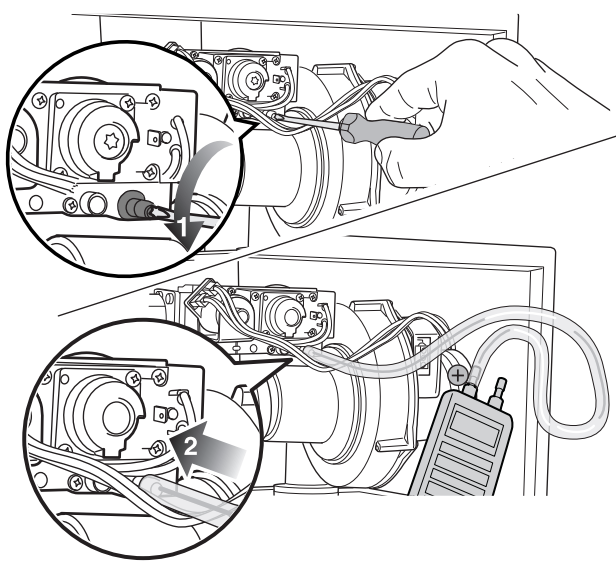

Fig. 82 Controlați raportul gaz/aer
- Se desface șurubul de strângere de la niplul de măsurare pentru presiunea arzătorului rotindu-l de două ori (fig. 82, poz. 1).
- Legați borna pozitivă a aparatului de funcționare a presiunii cu un furtun de niplul de măsurare pentru presiunea arzătorului (fig. 82, poz. 2).